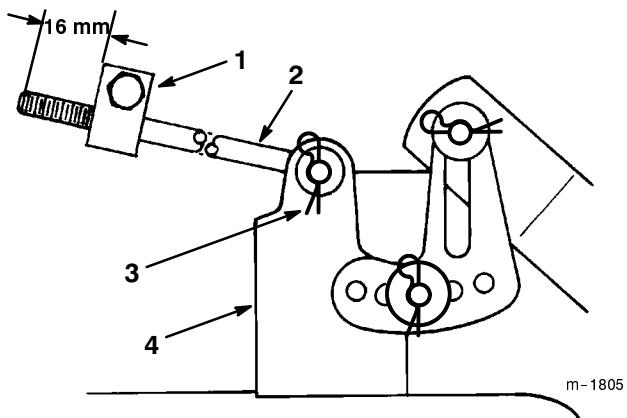

Figure 47
- Mesurez la longueur de tige qui dépasse de l'avant du bloc de réglage sur les côtés du châssis (Fig. 47). Si cette longueur n'est pas égale à 16 mm, enlevez la goupille fendue et la rondelle de l'extrémité de la tige (Fig. 47), puis vissez ou dévissez la tige jusqu'à obtention de la longueur requise. Introduisez alors l'extrémité de la tige dans le support du plateau et fixez-la à l'aide de la rondelle et de la goupille fendue. Répétez la procédure de l'autre côté de la tondeuse.